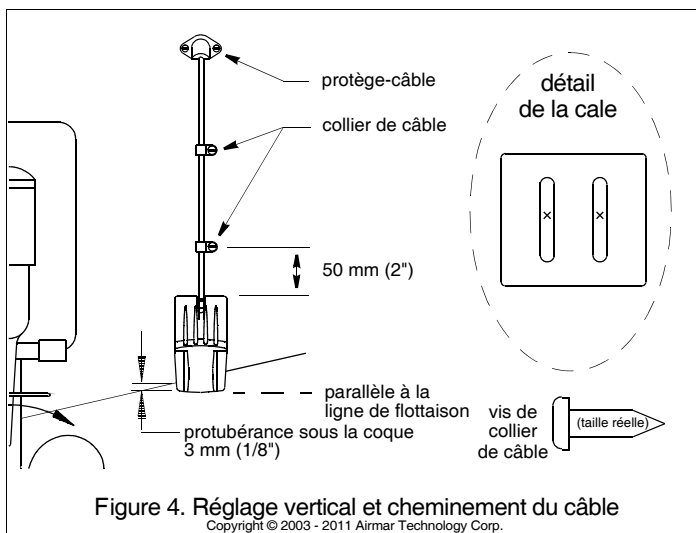

Figure 4. Réglage vertical et cheminement du câble
1. Positionnez la sonde à l'emplacement sélectionné de sorte que la protubérance de la face inférieure passe à 3 mm (1/8") en dessous de l'arête inférieure du tableau arrière (Figure 4).
- Utilisez la hauteur de réglage offerte par les fentes de fixation de l'étrier pour faire coulisser le capteur verticalement (Figure 4). Vérifiez que la protubérance du coin inférieur gauche du capteur se situe à 3 mm (1/8") en dessous du dessous de la coque.
- Augmentez la profondeur d'immersion du capteur par étapes successives de 3 mm (1/8") (Figure 4).
- Si un trou doit être percé dans le tableau arrière, sélectionnez un emplacement **bien au-dessus de la ligne de flottaison** (Figure 4). Vérifiez l'absence d'obstructions telles que volets de trim, pompes ou câblage à l'intérieur de la coque. Marquez l'emplacement avec un crayon. Percez un trou à l'aide d'un foret d'un diamètre suffisant pour permettre le passage du connecteur.